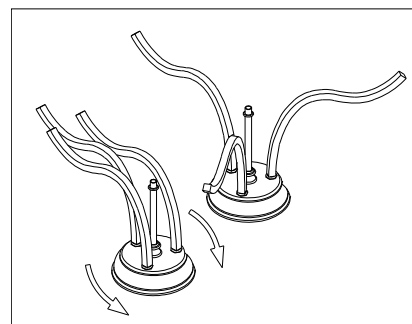

Figure 3
3. **Canopy Assembly: Rotate arms outward until even. See Fig. 3.** Route fixture supply wires, extending from back of Housing (7), through Canopy/Center Pipe Assembly (5). Screw Center Pipe onto Housing Assembly (7). (*Note: twist wires together before threading.*)
3. **Dosel Ensamblaje: Gire los brazos hacia afuera hasta que queden nivelados - Vea Fig. 3.** Encamine los alambres de suministro del luminario que extienden de la parte trasera de la Carcasa (7), a través del Ensamblaje del Tubo de Centro/Dosel (5). Enrosque el Tubo Central en el Ensamblaje de la Carcasa (7). (*Nota: tuerce los alambres juntos antes de enroskar.*)